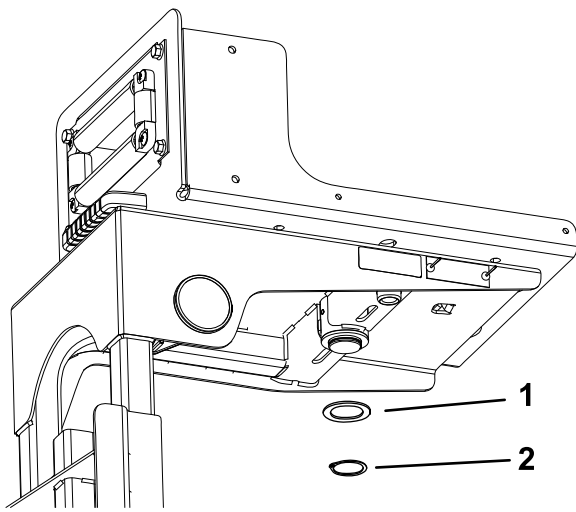

Bild 9
- Befestigen Sie die Druckscheibe und den Sprengring an der Unterseite des Schlauchtrommelrahmens an der Strebe an der Schwenkplatte (Bild 9).